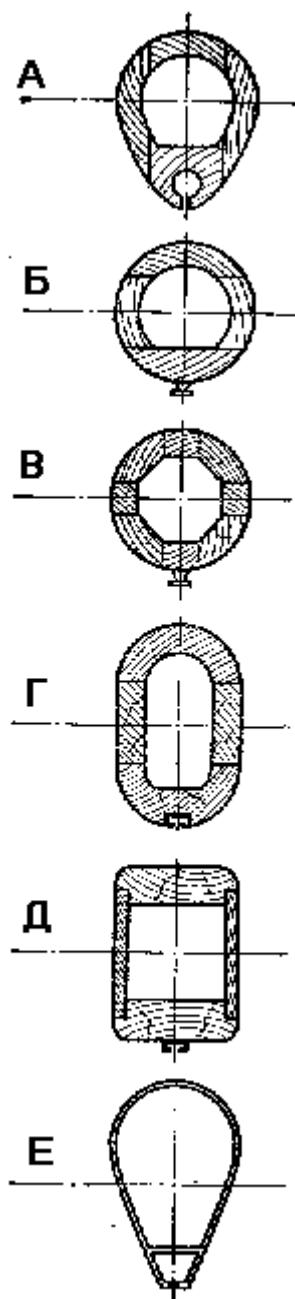
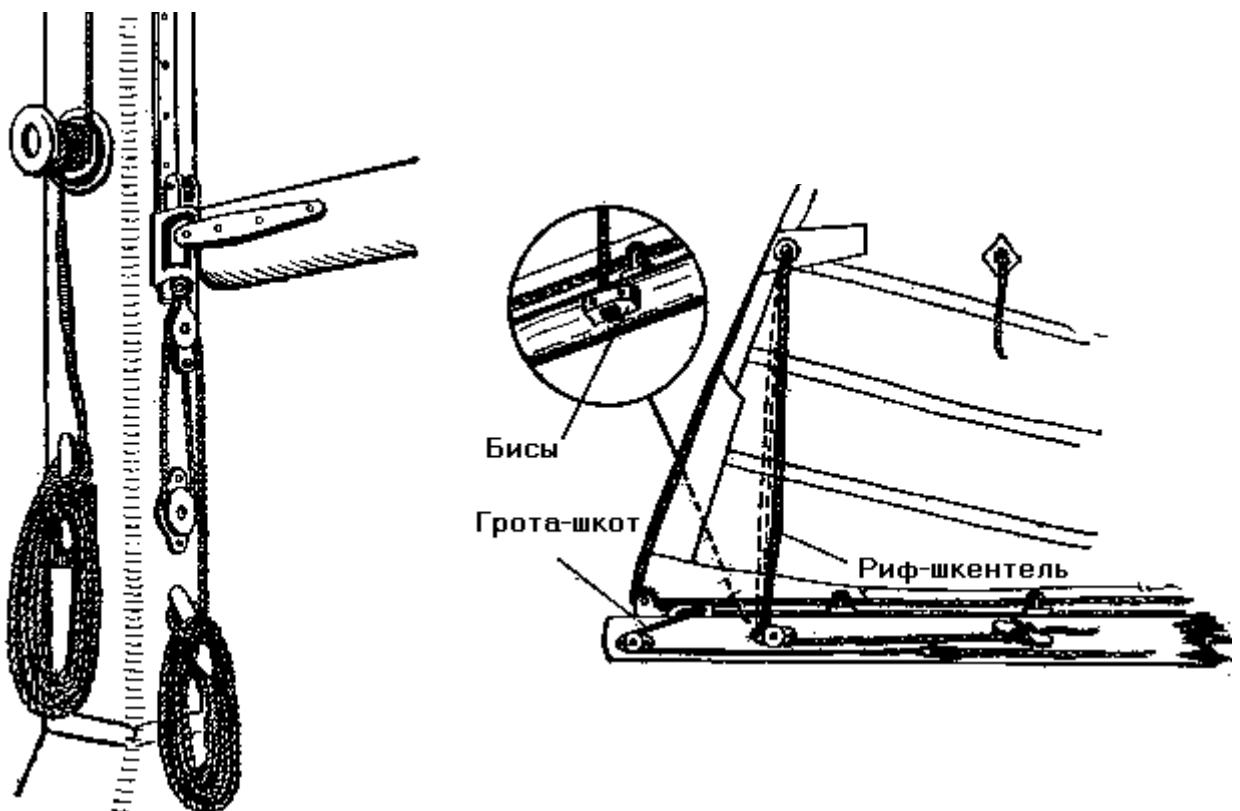

Рис. 37. Сечения рангоута:
Рис. 41. Передвижной вертлюг
Грот крепится к гику своим галсовым углом обычно за соответствующую оковку у пятки (внутреннего конца) гика с помощью такелажной скобы или болта. Нижняя шкаторина грота растягивается вдоль гика **гротом-шкотом** — специальной снастью, заделанной в кренгельс шкотового угла. Передняя и нижняя шкаторины крепятся к гику или мачте одним из следующих способов (**рис. 37**):
— шкаторина продергивается внутрь круглого паза с губками (лик-паза) на гике или мачте (**рис. 37, а и е**); — через люверсы по шкаторинам пришиваются ползуны, которые либо входят внутрь охватывающего их рельса, либо сами охватывают рельс (**рис. 37, б, е, г и д**);
Грот крепится к гику своим галсовым углом обычно за соответствующую оковку у пятки (внутреннего конца) гика с помощью такелажной скобы или болта. Нижняя шкаторина грота растягивается вдоль гика **грота-шкотом** — специальной снастью, заделанной в кренгельс шкотового угла. Передняя и нижняя шкаторины крепятся к гику или мачте одним из следующих способов (**рис. 37**):
На **рис.37** показаны типовые сечения деревянного и металлического рангоута.
**Гик** — горизонтальное рангоутное дерево, к которому одним из способов (**рис. 37**) крепится нижняя шкаторина грота (бизани, фока). Гик грота называется **грота-гик** \*\*\*, гик бизани — **бизань-гик**, гик фока — **фока-гик**. Конец гика, упирающийся в мачту, называется **пяткой**, противоположный конец — **ноком**. Пятка гика имеет оковку, которая входит в вертлюг, позволяющий гику поворачиваться в стороны и вверх. Вертлюг часто делают передвижным вверх по рельсу (особенно на гоночных яхтах), чтобы иметь возможность добрать парус, не трогая фала, при помощи **галс-оттяжки** (**рис. 41**).
Снасть, которая оттягивает галсовый угол паруса к гику, бушприту или палубе, называется **галсом**. Галсовые углы парусов на мелких яхтах и швертботах крепят прямо на оковки рангоута или корпуса, то есть без галсов в прямом смысле этого слова. Галсы передних парусов делают в виде галс-оттяжек. Ими часто снабжают вертлюги гиков, если они передвижные (см. **рис. 41**). В этом случае фал выбирается в ординар или талями в два лопаря, а полное натяжение шкаторины достигается при подбиании галс-оттяжки.